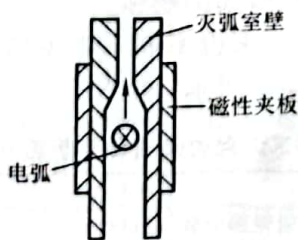

图 5-9 窄缝（纵缝）灭弧法
③ 窄缝（纵缝）灭弧法。在电弧所形成的磁场电动力的作用下，可使电弧拉长并进入灭弧罩的窄（纵）缝中，几条纵缝可将电弧分割成数段且与固体介质相接触，电弧便迅速熄灭，窄缝（纵缝）灭弧法如图 5-9 所示。这种结构多用于交流接触器上。